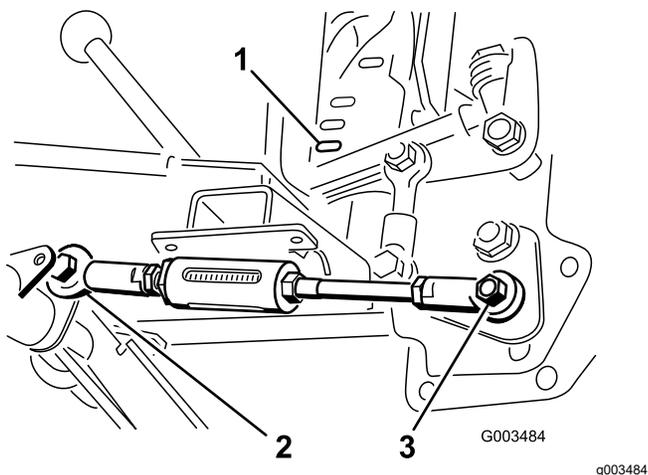

Figure 8
- Déplacez le levier de levage jusqu'à ce que le trou dans la rotule soit aligné sur le trou du côté droit du levier de tige réglable sur le tube de pivot, et fixez la tige au levier à l'aide d'un boulon (1/2 x 1 1/2 po) et d'un contre-écrou (1/2 po), comme montré à la Figure 8.